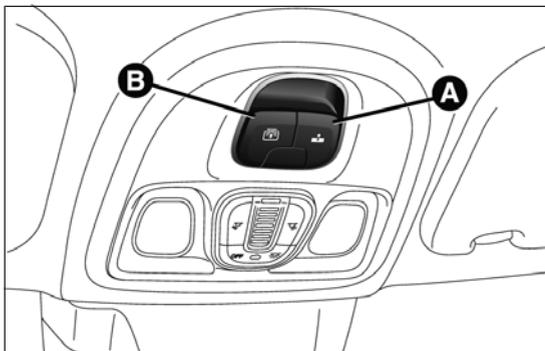

fig. 72
Appuyer sur le bouton A fig. 72 : le panneau vitré avant se mettra en position « spoiler ».
Depuis la position d'ouverture complète, appuyer sur le bouton A fig. 72 : le panneau vitré avant se mettra en position « spoiler ».
Appuyer sur le bouton B fig. 72 : le rideau se déplacera vers la partie arrière de la voiture, jusqu'à la position d'ouverture complète.
- appuyer sur le bouton A fig. 72 en position de fermeture ;